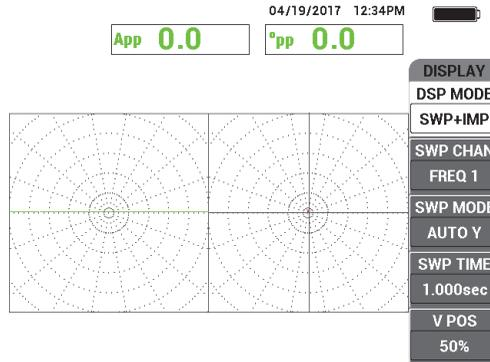

Figura 5-230 La schermata SCAN.+IMP.
6. Premere il tasto di menu DISP (□), seguito da **MODO VIS.** (modo visualizzazione) [tasto A] e in seguito ruotare la manopola fino a quando viene visualizzato **SCAN.+IMP.** (scansione + impedenza) [vedere Figura 5-230 a pagina 305].